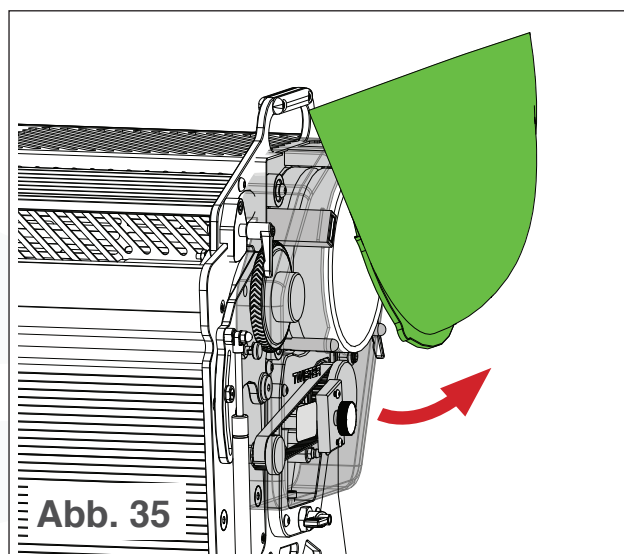

Abb. 35
1. Wenn Sie einen Trichter verwenden, ziehen Sie ihn vom T4 ab. Ziehen Sie nur am Boden des Trichters, um eine Beschädigung zu vermeiden (siehe Abb. 35).